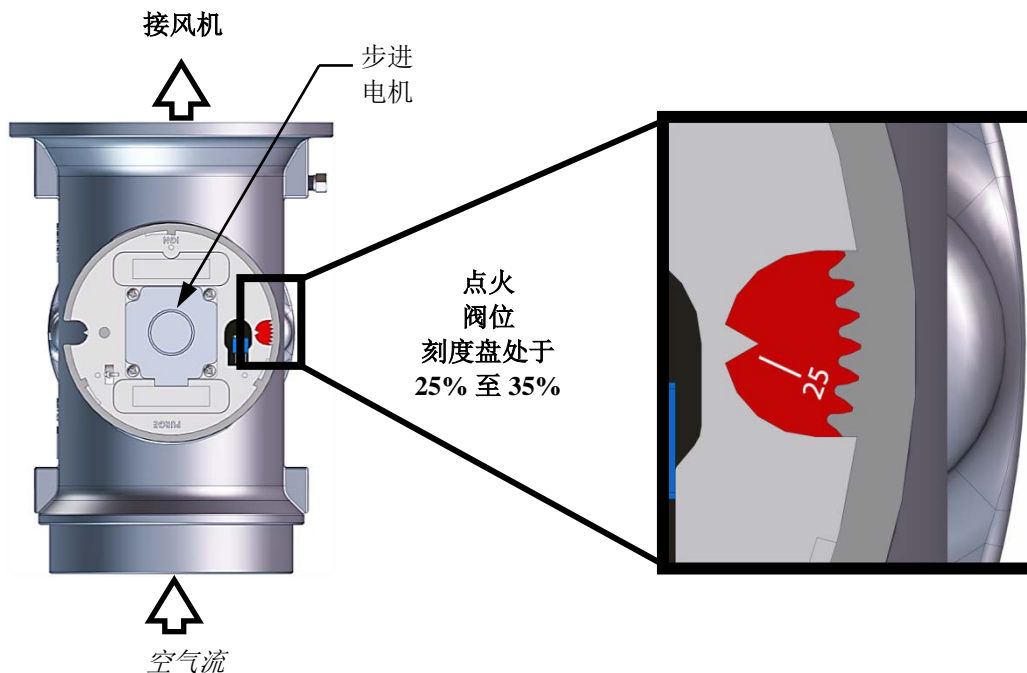

图 3-6：点火位置的空气/燃料阀
- (a) 空气/燃料阀将旋转至低火（点火位置）位置并关闭点火开关。空气/燃料阀（图 3-6）的刻度盘将显示 **25** 到 **35** 之间，表示阀门处于低火位置。